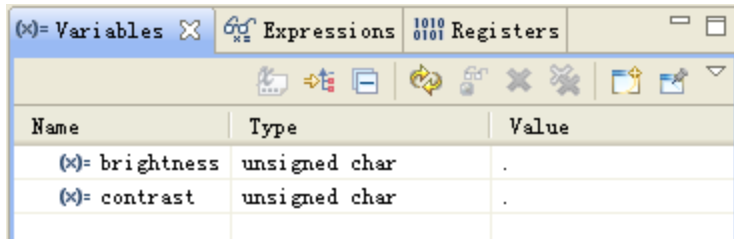

图 2.7 变量查看窗口
3) 在程序调试过程中，可以通过 CCS 查看变量、寄存器、汇编程序或者是内存等信息以显示出程序运行的结果，与预期的结果进行比较，从而顺利地调试程序。单击菜单 View→Variables，可以查看到变量的值，如图 2.7 所示。